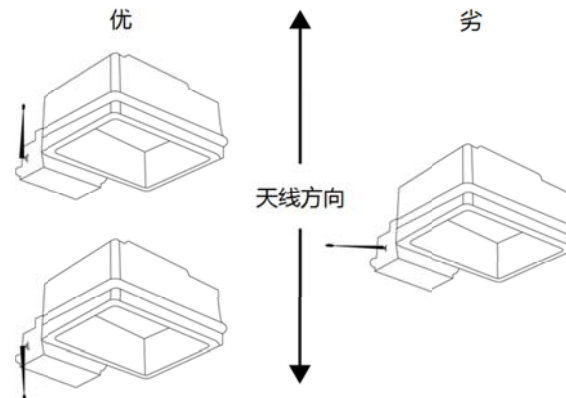

图1 - 安装天线
- 将CNV-SNAP-DD2安装到机柜中时，需要考虑外部天线的位置和干扰，以提供最佳的无线信号强度。永久安装之前，请确保天线直接指向上方或下方，并且在天线12英寸范围内没有任何金属物体（图1）。